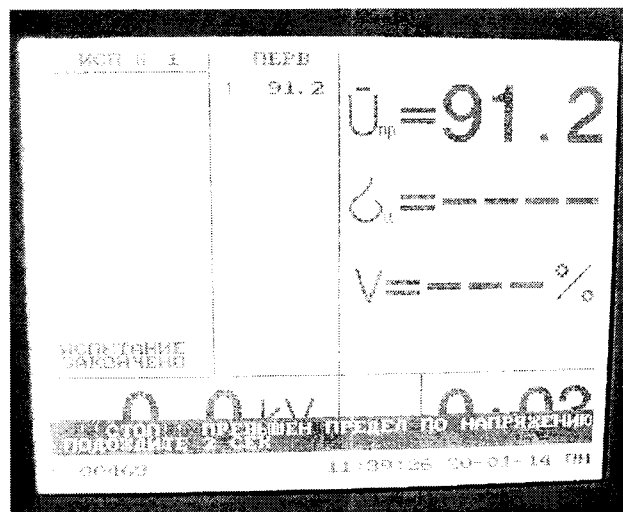

Рисунок 4 – Рабочее окно программы после срабатывания защиты
7.2.3.7 После срабатывания защиты и отключения высокого напряжения погаснет красный индикатор, прозвучит звуковой сигнал, на дисплее аппарата отобразится значение напряжения, при котором сработала защита (рисунок 4), автоматически начнется распечатывание отчета, в котором также будет указано напряжение срабатывания защиты, зазвучит прерывистый звуковой сигнал. Для отключения звукового сигнала нажать кнопку выключения высокого напряжения или повернуть ручку энкодера. Для сброса информации, отображающейся на дисплее, дважды нажать на ручку энкодера. Выдержать аппарат не менее 10 мин. Эту операцию повторить еще два раза.